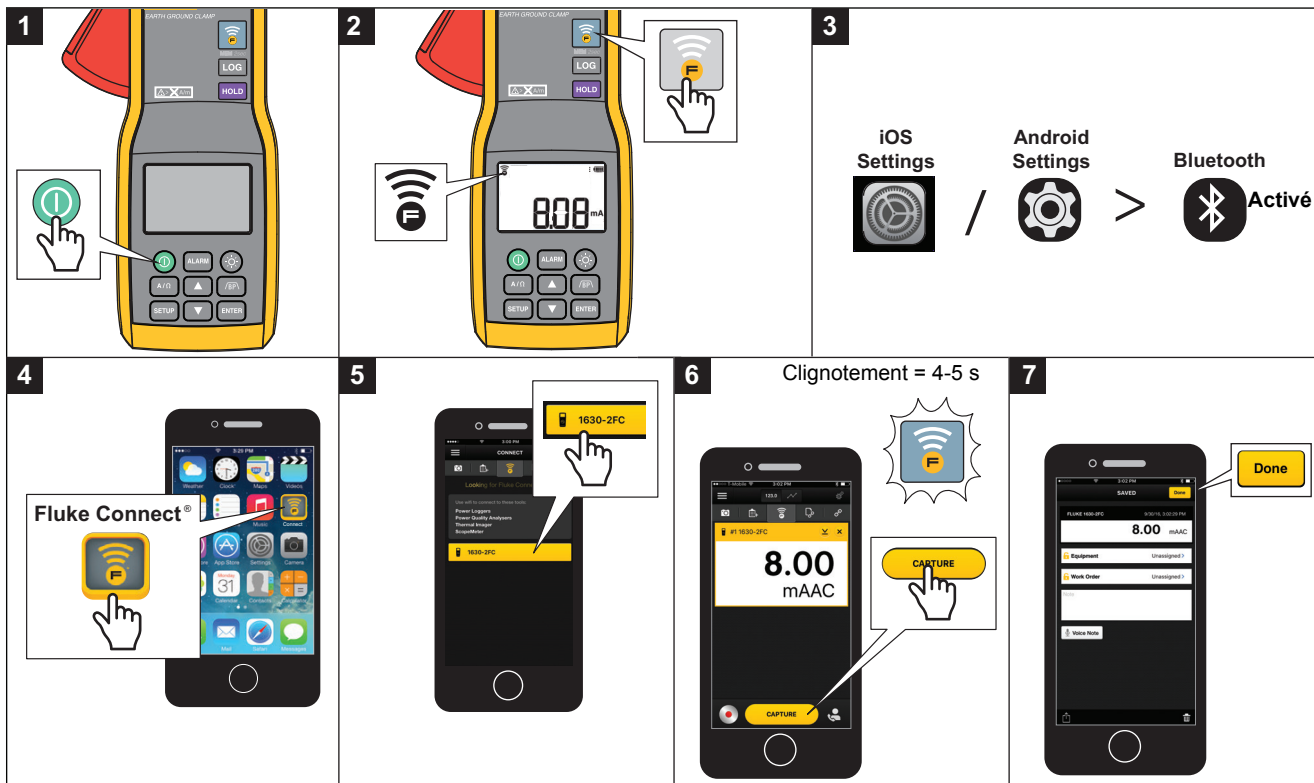

Figure 11. Fluke Connect®
1. Allumez le multimètre. Voir la Figure 11.